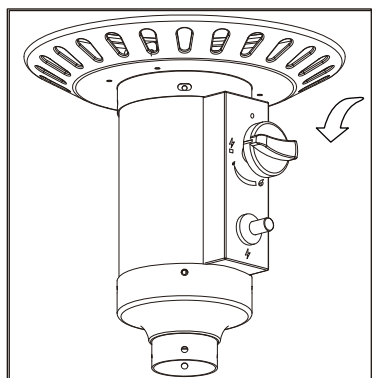

Figure 3
- Pousser le bouton de contrôle et tourner au sens contraire de l'horloge à la position "PILOTE" (⚡) (Figure 3).